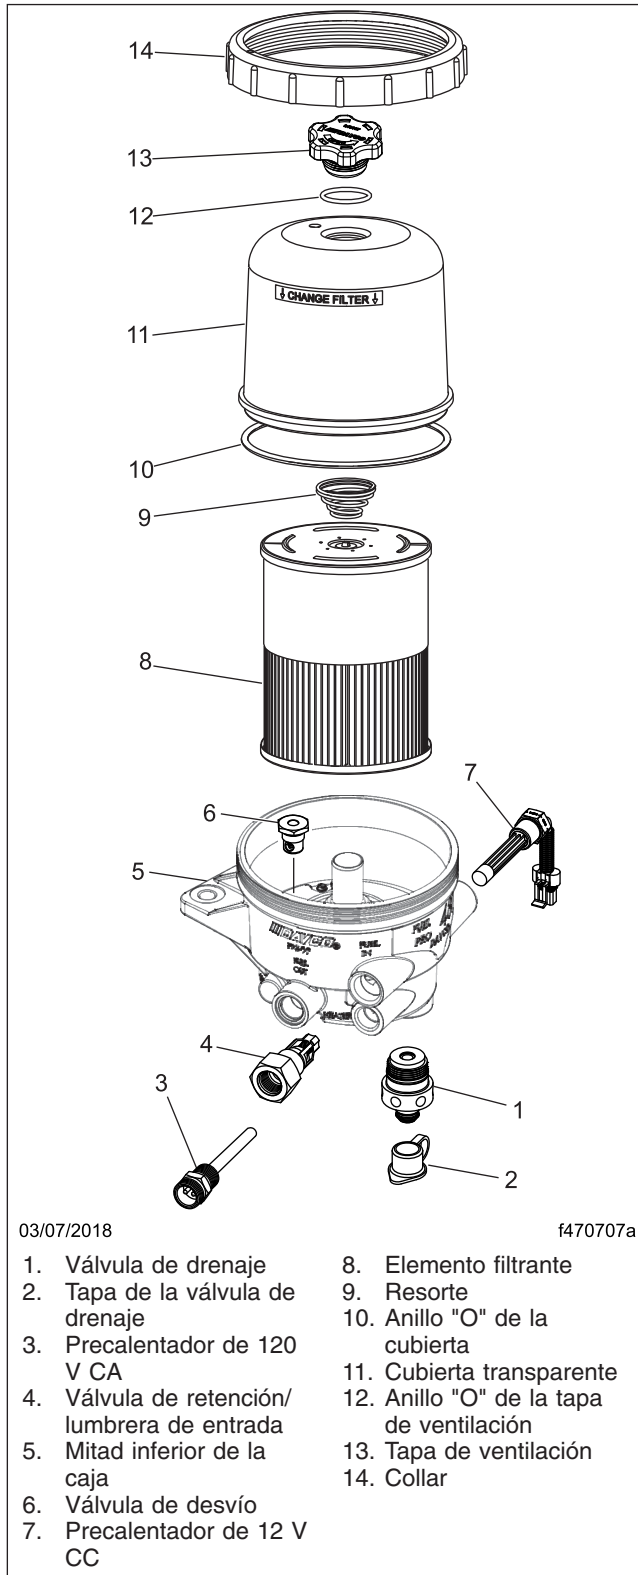

Figura 6, DAVCO Fuel Pro 487
4. Retire la tapa de ventilación, mostrada en la **Figura 6** para drenar el combustible completamente, luego cierre la válvula de drenaje.
6. Retire el filtro, el anillo "O" de la cubierta y el anillo "O" de la tapa de ventilación. Deséchelos de manera aceptable en materia de medio ambiente. Vea la **Figura 6**.